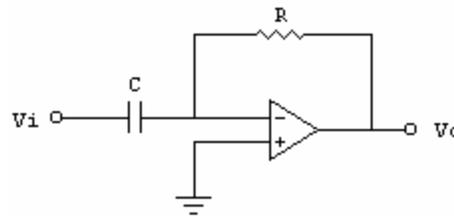

Figura 31. Modo diferenciador
- Modo diferenciador: Es un circuito poco usado porque ofrece variaciones en la tensión de salida ocasionadas por el ruido al cual es muy sensible. (Figura 31)